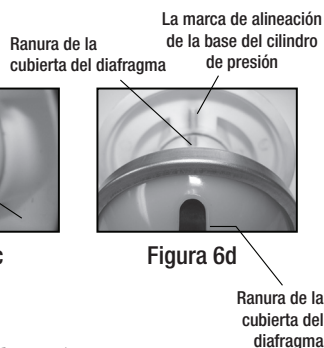

Figura 6d
- 8) Aplique vaselina a los dos anillos "O" de la bomba del diafragma (Figura 6a). Enrosque el montaje de la bomba de diafragma a la base de cámara de presión y asegúrese de que el anillo "O" quede asentado en la base de la cámara de presión (Figura 6b-6c). Alinee la marca de alineación de la bomba de diafragma con la marca de alineación de la base del cilindro de presión (Figura 6d).